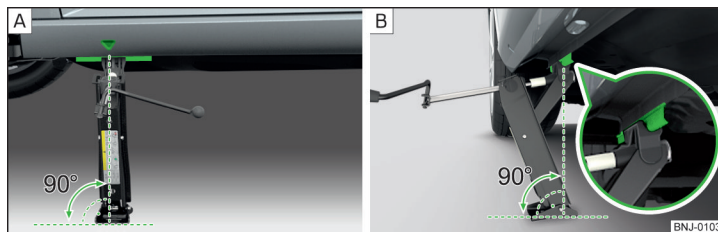

Fig. 276 Colocar el gato
- Apoye la placa de base del gato con toda la superficie en un suelo recto de la manera que el gato se encuentra en posición vertical respecto a la travesa de toma » fig. 276 - [A].
- Gire el gato con la manivela hacia arriba hasta que la garra se encuentre en el larguero » fig. 276 - [B].